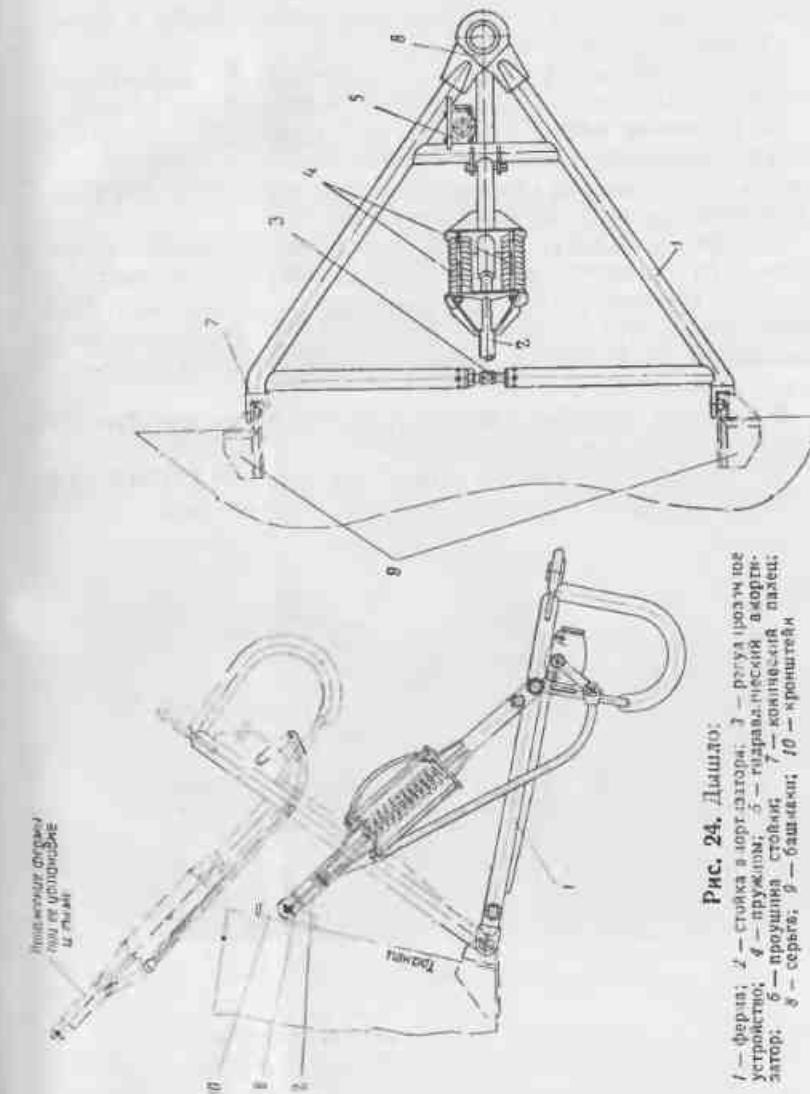

Рис. 24. Дышло.
51. Дышло (рис. 24) состоит из: фермы 1 и стойки 2 амортизатора.
65. Дышло устанавливают на катер в следующей последовательности (см. рис. 24):